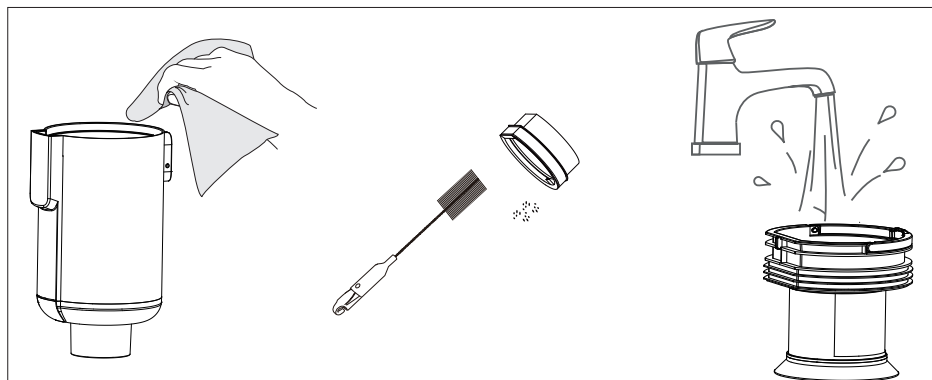

Fig. 25 – Limpieza del depósito para el polvo y del filtro de polvo
- ▶ Limpie el depósito para el polvo con un paño húmedo (**véase Fig. 25**).